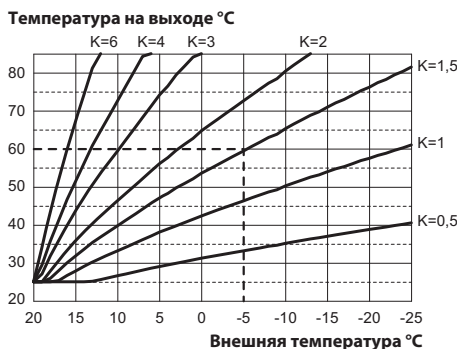

Рисунок 5.27
Если к котлу **ПОДСОЕДИНЕН** пульт дистанционного управления (дополнительно), см. Рисунок 5.27.
При установке внешнего датчика, необходимо установить данный параметр в зависимости от производительности системы отопления для оптимизации температуры нагнетания (Рисунок 5.27).
Например, для обеспечения температуры нагнетания системы отопления 60 °C при внешней температуре -5 °C, необходимо установить коэффициент K на 1,5 (пунктирная линия, см. Рисунок 5.27).
- Используя кнопку 10 или 11, можно изменить значение параметра 15 с минимум **01** до максимум **60** в зависимости от выбранной кривой коэффициента К, см. Рисунок 5.27, (на дисплее показано десятичное значение коэффициентов К).